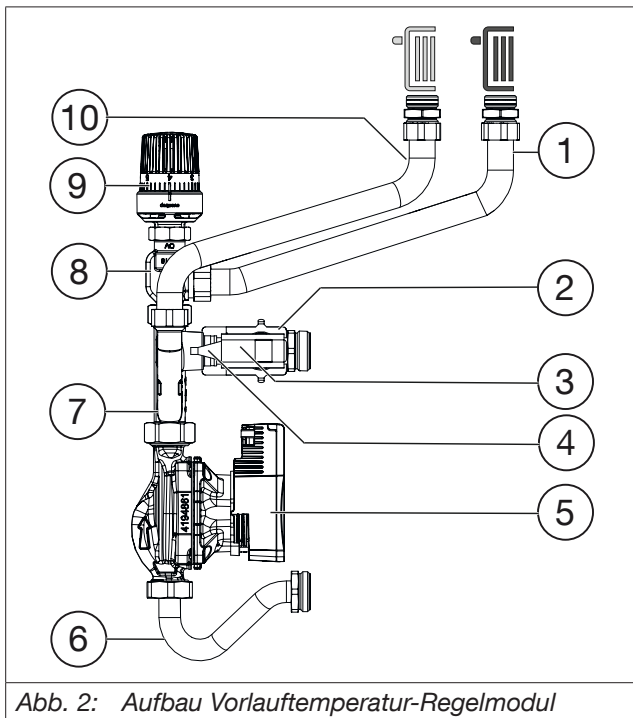
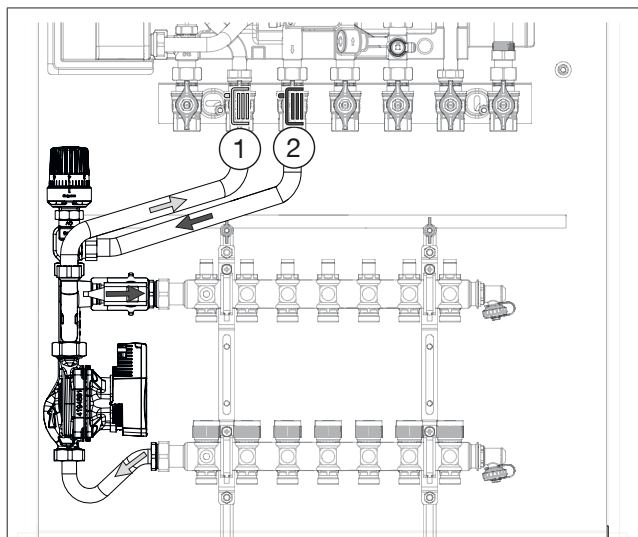

Abb. 2: Aufbau Vorlauftemperatur-Regelmodul
Abb. 4: Zirkulation Heizwasser im Vorlauftemperatur-Regelmodul
Die gewünschte Vorlauftemperatur wird mit Hilfe des Temperaturreglers (siehe Abb. 2 auf Seite 7 (9)) eingestellt. Erkennt der Anlegefühler (siehe Abb. 2 auf Seite 7 (4)) dass die Temperatur des Heizwassers zu gering ist, beginnt der Temperaturregler das Ventil (siehe Abb. 2 auf Seite 7 (8)) zu öffnen. Heißes Wasser strömt vom Vorlauf der Wohnungsstation „Regudis W-HTE“ in das Vorlauftemperatur - Regelmodul und wird dort mit dem vorhandenen Heizwasser vermischt. Wenn die eingestellte Vorlauftemperatur erreicht ist, beginnt der Temperaturregler das Ventil zu schließen. Die Hocheffizienzpumpe (siehe Abb. 2 auf Seite 7 (5)) sorgt für die Zirkulation des Heizwassers vom Vorlauftemperatur-Regelmodul in die einzelnen Heizkreise des Flächenheizungsverteilers (siehe Abb. 4 auf Seite 8).
1. Schließen Sie das Vorlauftemperatur-Regelmodul an den Flächenheizungsverteiler an (Abb. 4 auf Seite 8). Beachten Sie dabei die richtige Verbindung von Vor- und Rücklauf.
2. Ziehen Sie nach der Montage des Vorlauftemperatur-Regelmoduls die Überwurfmutter fest an (Anzugsmoment 50 Nm). (Die Überwurfmutter des Edelstahlrohrs (siehe Abb. 2 auf Seite 7 (6)) an der Saugseite der Pumpe ist nur handfest angezogen.)
3. Schrauben Sie die Bauschutzkappe ab und schrauben Sie den Temperaturregler auf das Ventil (siehe Abb. 2 auf Seite 7).
7. Verbinden Sie den Vor- und Rücklauf des Vorlauftemperatur-Regelmoduls, mit Hilfe der Edelstahlwellrohre, mit der Wohnungsstation „Regudis W-HTE“ (siehe Abb. 4 auf Seite 8). Verwenden Sie dazu die beiliegenden Flachdichtungen (siehe Abb. 1 auf Seite 5).